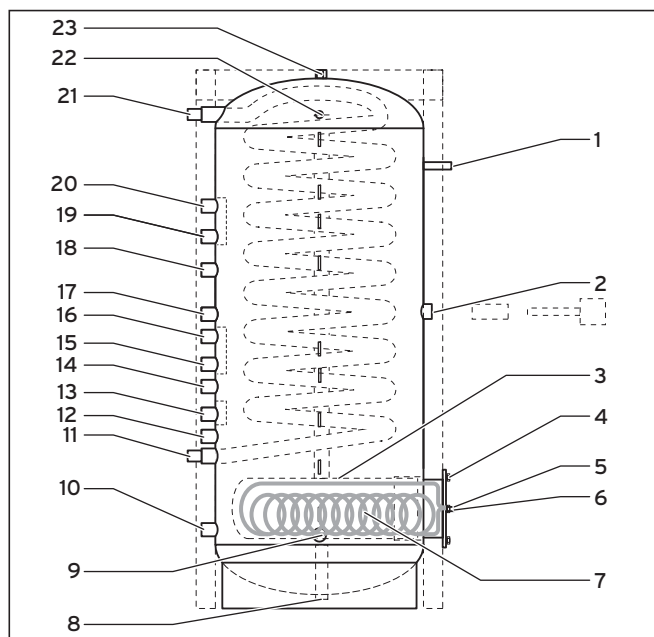

Fig. 2.4 Tilslutninger rørføring, set fra venstre
**Beholderens tilslutninger er delvist forsynet med indstrømningsdæmpere, så varmelagene i beholderen ikke påvirkes, når vandet strømmer ind fra varmekildekredsene. Derfor er det vigtigt, at De overholder de tilslutningsretningsskiltene (se fig. 2.4), der er vist her, præcist.**
Forklaring til fig. 2.4: